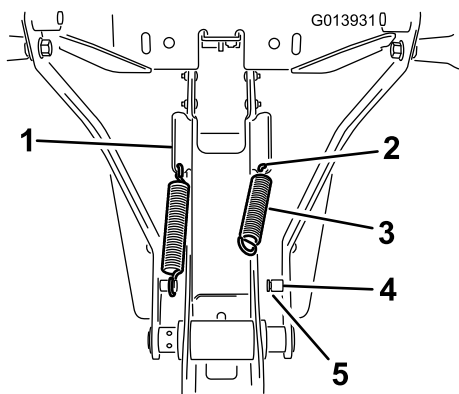

Bild 13
1. Setzen Sie die Feder in das Loch im unteren Ende der abgewinkelten Nase an der Seite des Rahmens ein (Bild 13).
2. Haken Sie ein Ende der Feder in das Loch ein. Verlängern Sie die Feder mit einem entsprechenden Werkzeug, sodass das andere Ende an den vorstehenden Pfosten am Wiegearm reicht (Bild 13).
3. Stellen Sie sicher, dass das Federende richtig in der Marke im Pfosten sitzt (Bild 13).